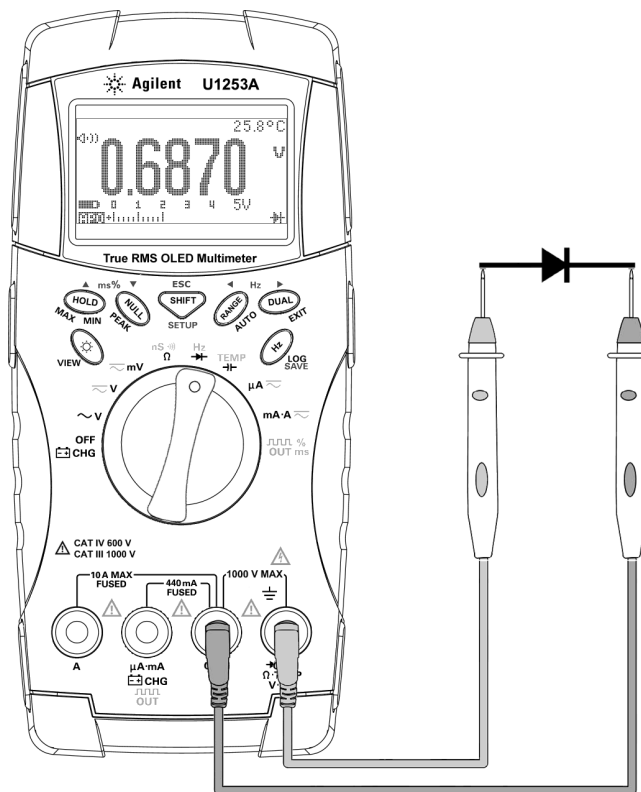

Abbildung 2-10 Messen der Vorwärtsspannung einer Diode
- 3 Schließen Sie die rote Testleitung an den positiven Anschluss (Anode) und die schwarze Messleitung an den negativen Anschluss (Kathode) an. Siehe Abbildung 2-10 auf Seite 46.